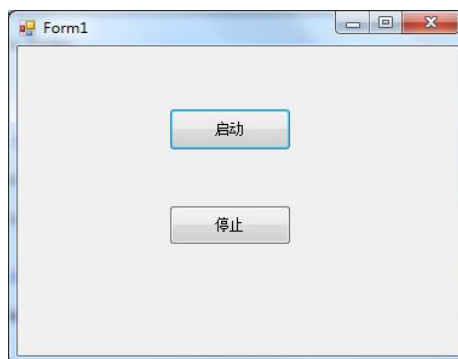

图 5.17 程序运行界面
8) 程序编写完成。运行程序，显示界面如图 5.17 所示。按下“启动”按钮，第 0 轴就会走长度为 200000 的距离；运动中可以按下“停止”按钮，便会减速停止脉冲输出。